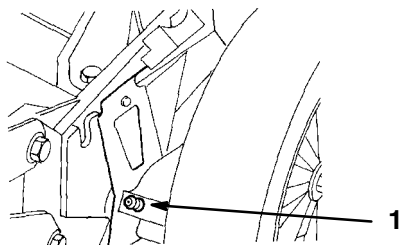

Figure 22
1. Essuyer les graisseurs des leviers de réglage de hauteur des roues arrière à l'aide d'un chiffon propre (Fig. 22).